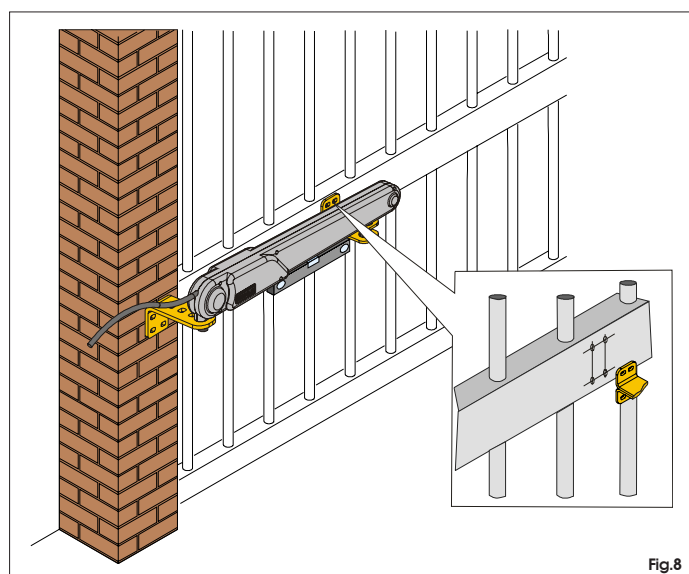

Fig.8
- Poser la patte d'attache contre le vantail et tracer les points de fixation en vérifiant l'horizontalité parfaite de l'opérateur et de la patte d'attache (Fig. 8).